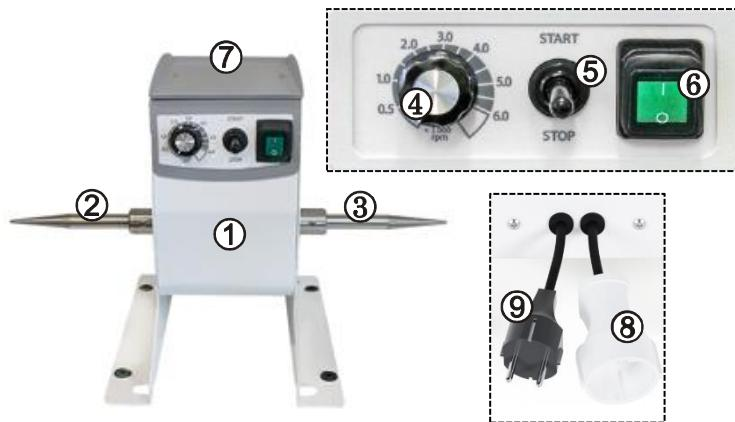

Рис.1
- 5.1.4 Установить наконечники в соответствии с рис.1.